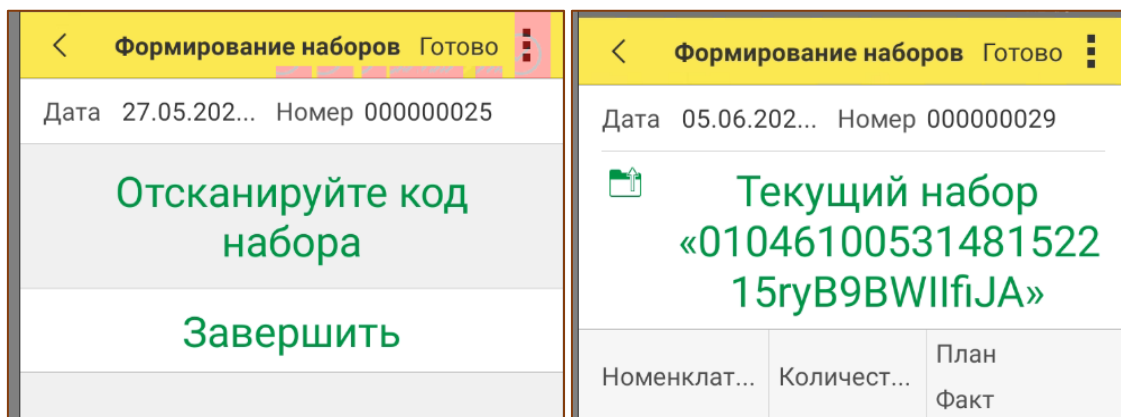

Рис. 9.6 – Формирование набора
- Для начала работы с документом, созданным в ММ, необходимо отсканировать КИН и далее начать сканирование КМ, входящих в состав набора (Рис. 9.6).